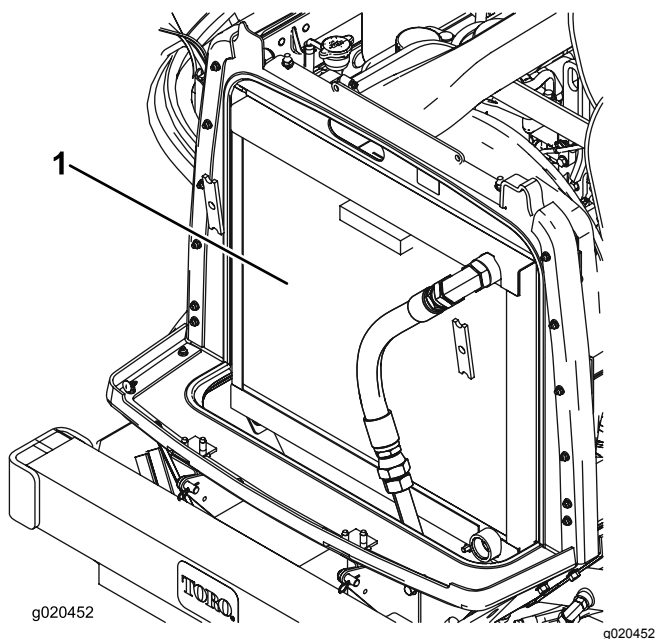

Figura 97
3. Pulite accuratamente entrambi i lati dell'area del refrigeratore dell'olio e del radiatore utilizzando aria compressa (Figura 97).